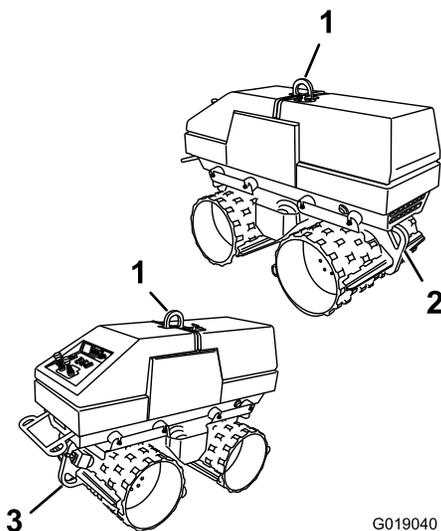

Figura 34
Eleve la máquina usando la argolla de elevación (Figura 34) como se indica a continuación:
3. Conecte el equipo de elevación a la argolla de elevación de la máquina (Figura 34), y eleve la máquina.